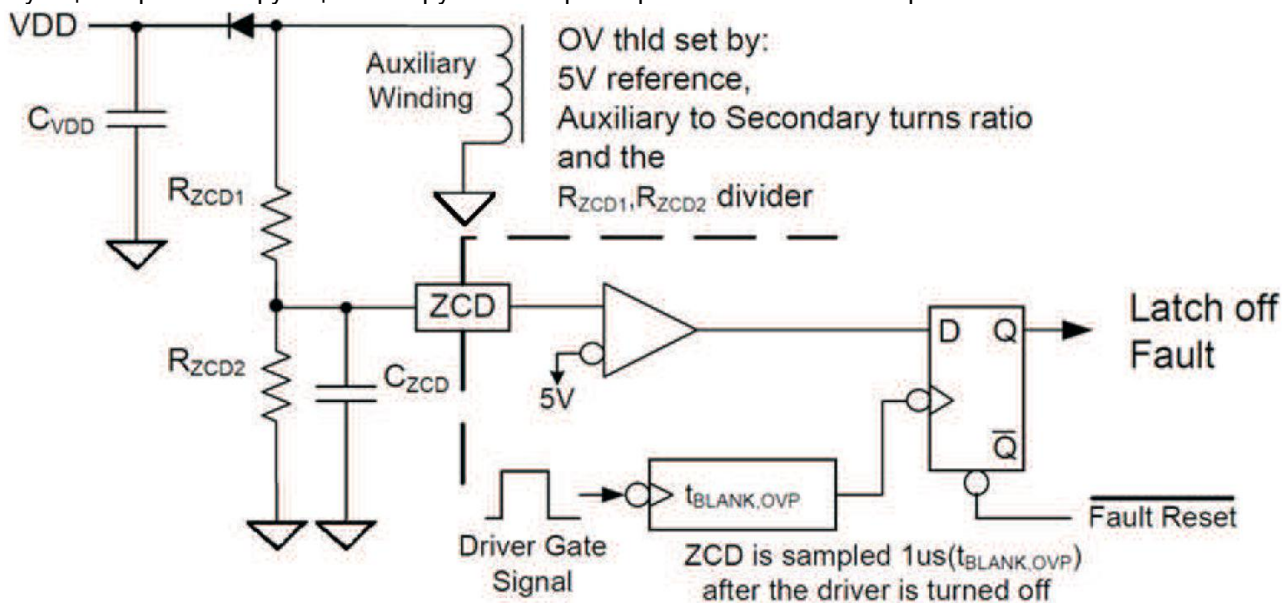

Рис. 34. Выход защиты от перенапряжения с ножки ZCD
Порог перенапряжения выхода (OV) устанавливается с помощью коэффициента трансформации вспомогательной обмотки к выходной вторичной и резистивного делителя на входной контакт ZCD. UCC28610 всегда будет вводить состояние защелки отключения, если обнаружит состояние OV. Питание VDD должен проходить ниже порога ошибки сброса в рестарт в порядке восстановления. Функционирование функции обнаружения перенапряжения показана на рис. 34.